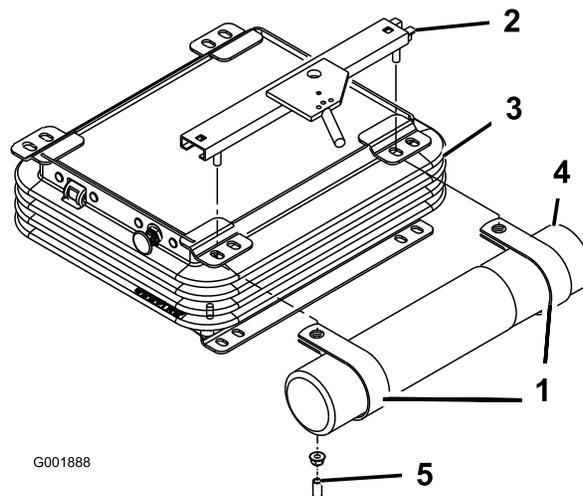

Figura 7
4. Montate il tubo del manuale nei serratubi a R e serrate i dadi (Figura 7).
2. Togliete i due dadi e i cappucci di vinile (se montati in precedenza) che fissano la staffa superiore del sedile al lato sinistro della sospensione del sedile (Figura 7).
3. Montate i serratubi a R nei prigionieri delle staffe del sedile usando i due dadi tolti in precedenza. (Figura 7).